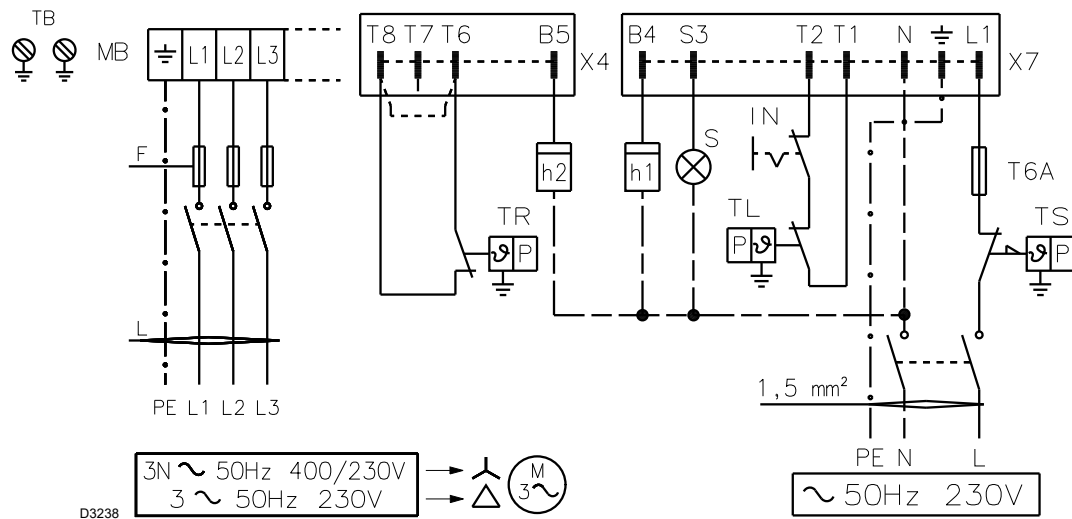

Fig. 17
Sección de cables y fusibles (Fig. 17), ver Tab. C.
En cambio, si se desea que el quemador funcione a monollama, sustituir el mando a distancia TR por un puente entre los bornes T8 y T6 (Fig. 17).
Leyenda (Fig. 17)
- Los quemadores salen de fábrica predispuestos para el funcionamiento doble llama y por lo tanto deben ser conectados al mando a distancia TR. En cambio, si se desea que el quemador funcione a monollama, sustituir el mando a distancia TR por un puente entre los bornes T8 y T6 (Fig. 17).